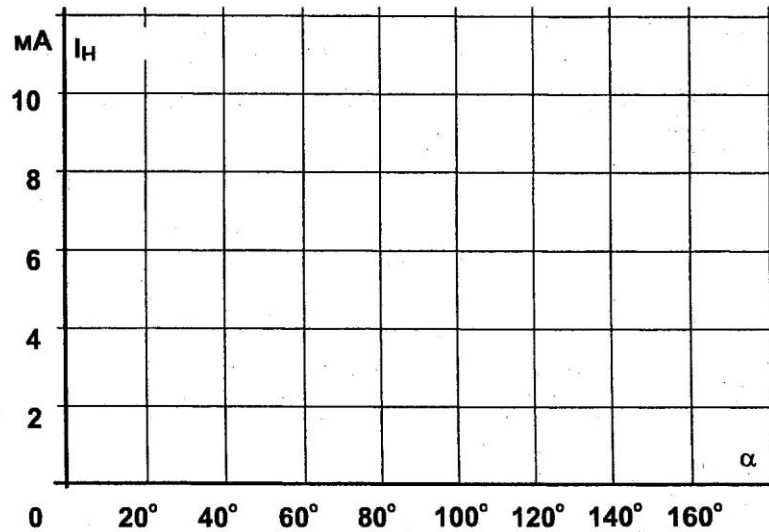

Рис. 7.3.4
- Изменяя угол задержки отпирания от минимально возможного значения до максимального, снимите зависимость $I_H(\alpha)$, занесите результаты измерений в табл. 7.3.1 и на рис. 7.3.4 постройте график.